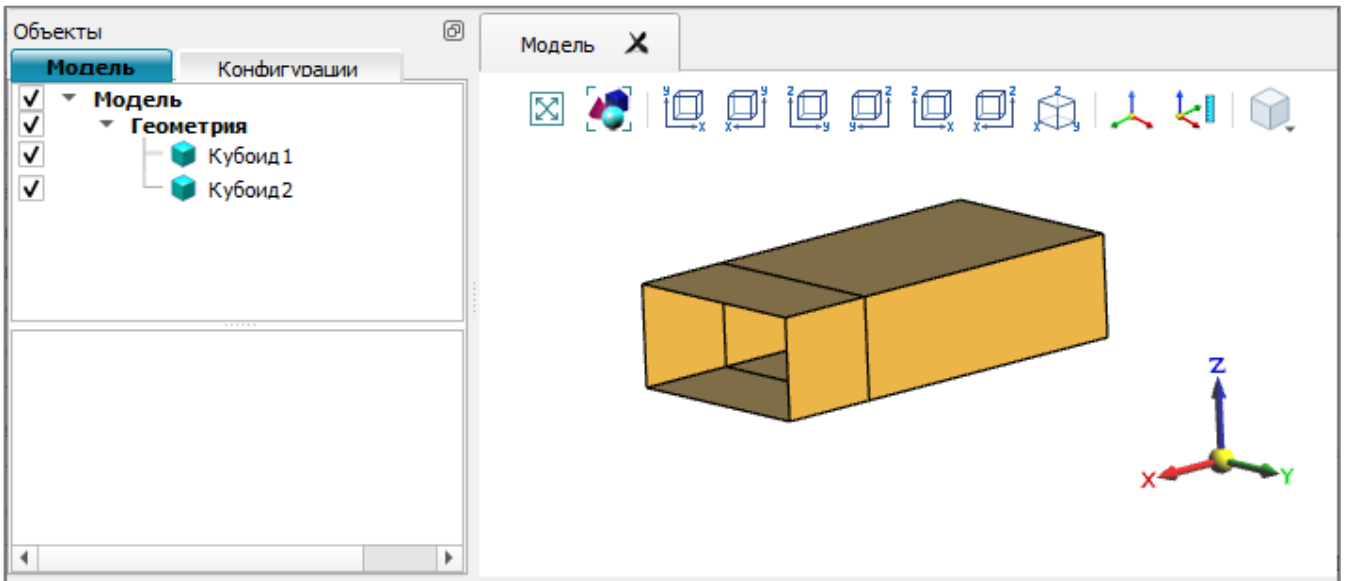

Рис. 43
1) создать два кубоида, отредактировать их свойства и сделать их незамкнутыми, удалив смежные и параллельные грани (рис. 43);